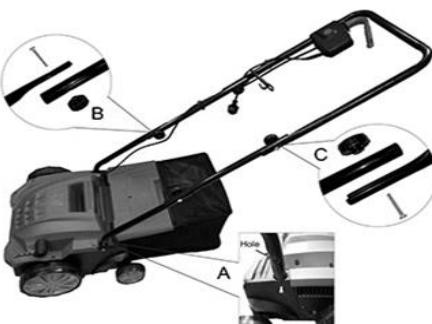

Fig.2
Insérez le support de poignée 1 (7) dans les fentes du corps de la machine et fixez-le avec les vis fournies. Fixez le trou du tube à l'extérieur et alignez-le avec la vis (Fig. 2.A).
Fixez le support de poignée 2 (11) au support de poignée 1 (7) à l'aide des attaches rapides (4) et des vis. (Fig. 2.B)
Positionner et fixer la poignée (12) sur le support de poignée 2 (11) (Fig. 2.C). Fixez le câble à l'aide des pinces fournies (6).